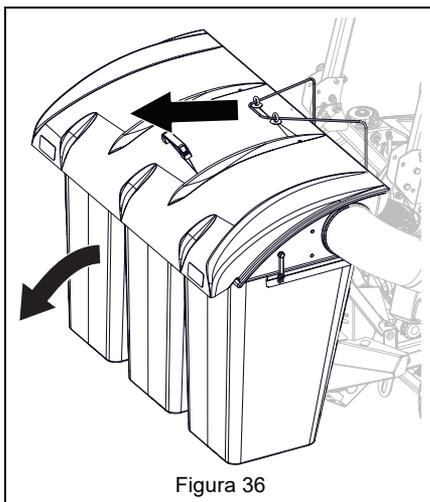

Figura 36
2. Sujete la embolsadora y tire de la cuerda. Baje la embolsadora hasta el suelo y levante los montantes. Consulte Figura 36.